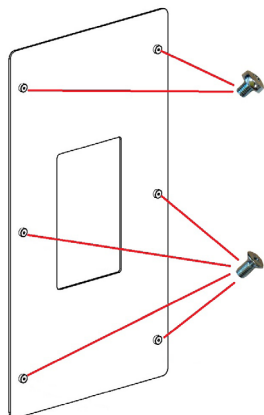

Fig. 32 - Draai de schroeven aan
- Draai de schroeven aan op de openingen op het glas: 2 schroeven met ronde kop op de bovenste openingen, en 4 schroeven met platte kop op de andere openingen (zie **Fig. 32 op pag. 21**).